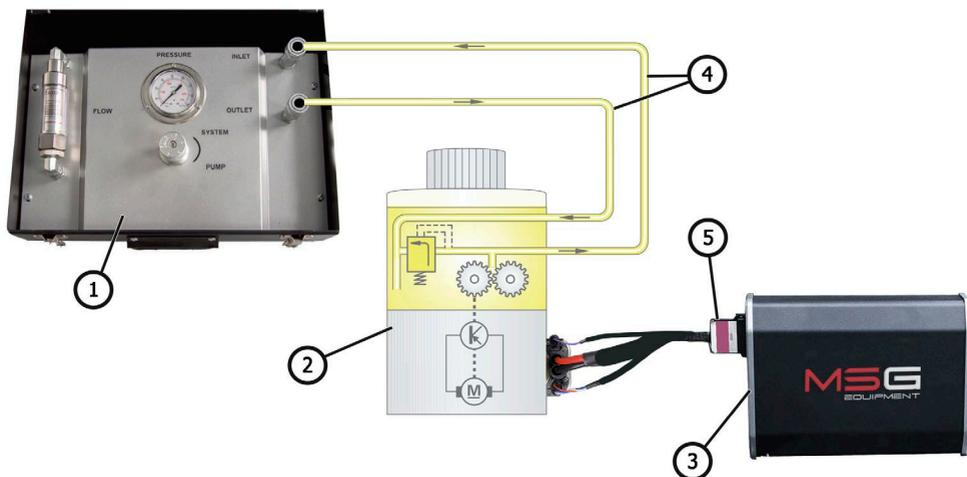

Рисунок 3. Схема подключения электрического насоса для его диагностики:
1. Подключите тестер MS511 к насосу используя соответствующий фитинг и рукава высокого давления из комплекта поставки (см. рис. 3):